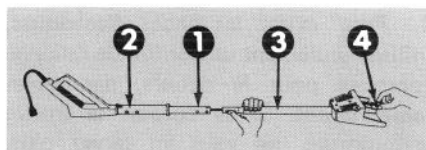

Figure 3
4. Posez l'assemblage du manche sur une surface plate. Faites glisser la poignée centrale du manche inférieur sur le manche supérieur (Fig. 3).
5. Alignez les manches supérieur et inférieur. Tenez le connecteur du manche dans une main et, de l'autre main, faites glisser le manche inférieur en position de montage dans le manche supérieur (Fig. 3). Alignez les trous. Glissez la poignée centrale de plastique en position et alignez-la avec les trous des manches.